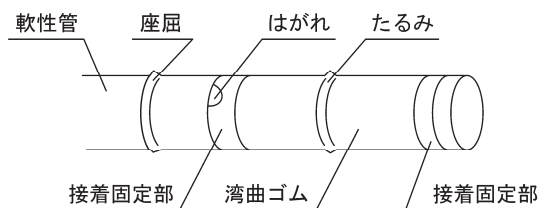

図 1
2. 挿入部を軽く手で握り、手元側から先端に向かい全長を手で滑らせ、その患者に対する経鼻的挿入、引き抜き時の妨げとなる引っ掛かりがないことを確認すること。特に、軟性管の座屈、湾曲ゴム接着固定部のはがれ、湾曲ゴムのたるみなどによる引っ掛かり、出っ張りには注意すること（図 1 参照）。